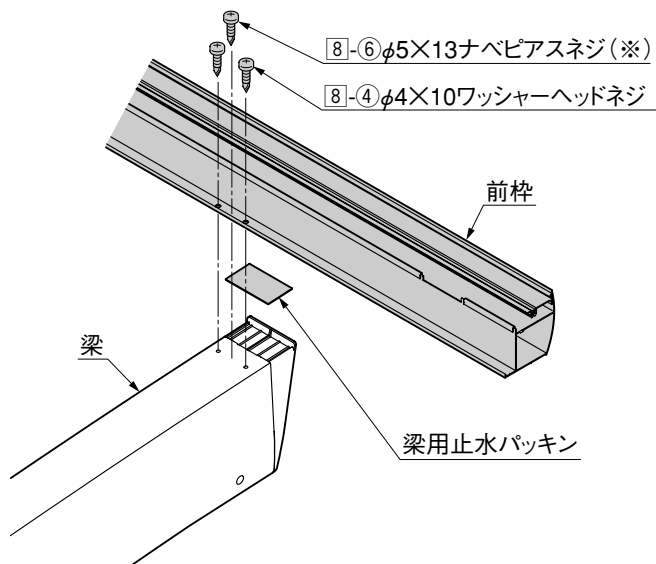

図3-3
③ 梁の先端に梁用止水パッキンを取付けて、前枠を梁に8-4で取付けてください。(図3-3参照)